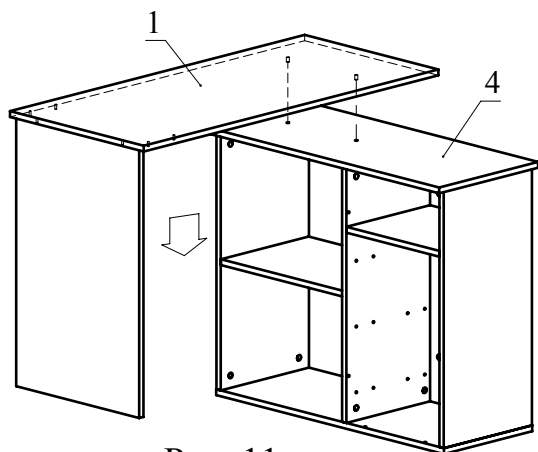

Рис. 11
10. Соедините две полученные сборки, вкручивая винт М6х25 в муфту врезную (Рис. 11).